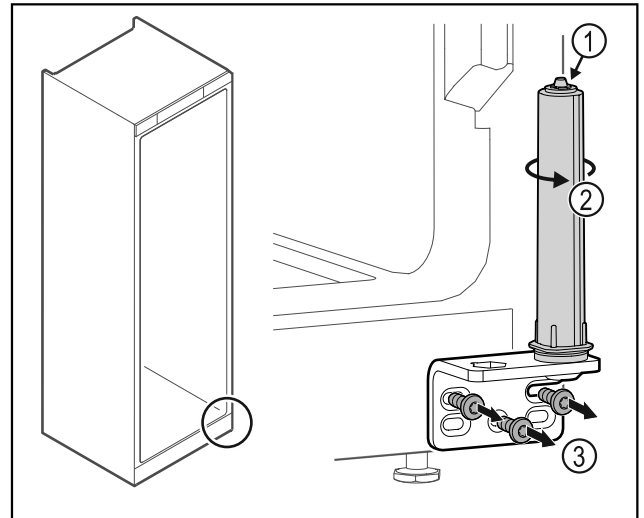

Fig. 18
- ▶ Neardykite durų uždarymo sistemos Fig. 18 (1).
- ▶ Sukite uždarymo sistemą Fig. 18 (2), kol ji užsifiksuos.
- ▶ Atsukite šarnyrinį kampuočių Fig. 18 (3).